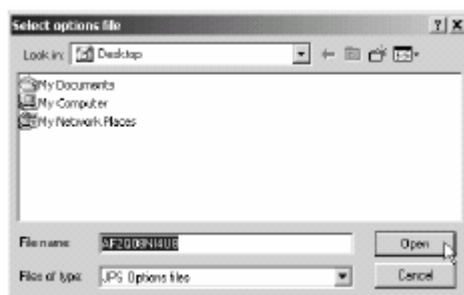

Figura 3-17. Cargar OAF
3. Navegue a la localización del nuevo archivo de Autorización de Opciones. El OAF tiene extensión .jpo o .tpo y es único para cada receptor.(Figura 3-17).
4. Seleccione el archivo apropiado y haga clic en **Abrir** (Figura 3-17). Se cargan las nuevas opciones en el receptor y se actualiza la Tabla del Gestor de Opciones.